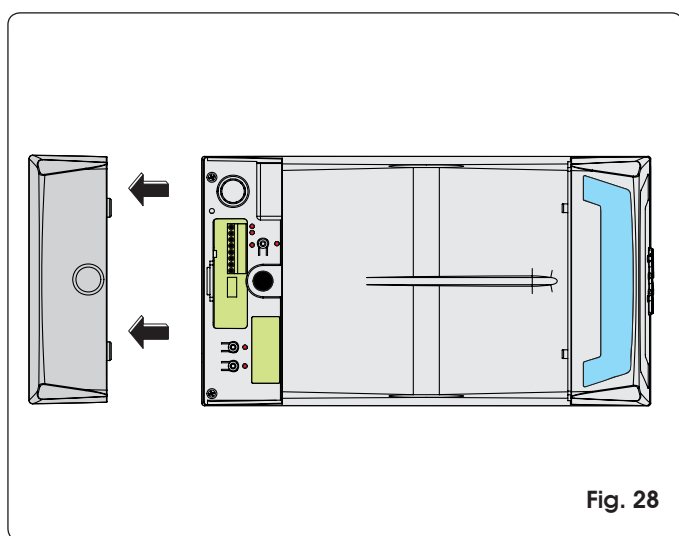

Fig. 28
**👉** El ciclo de SET UP debe realizarse con el cárter de plástico montado. Es suficiente quitar la portezuela posterior. (Fig. 28). Aferre con las dos manos la portezuela posterior y tire de la misma con cuidado hacia abajo. Una vez terminadas las operaciones indicadas en este capítulo, monte de nuevo la portezuela.